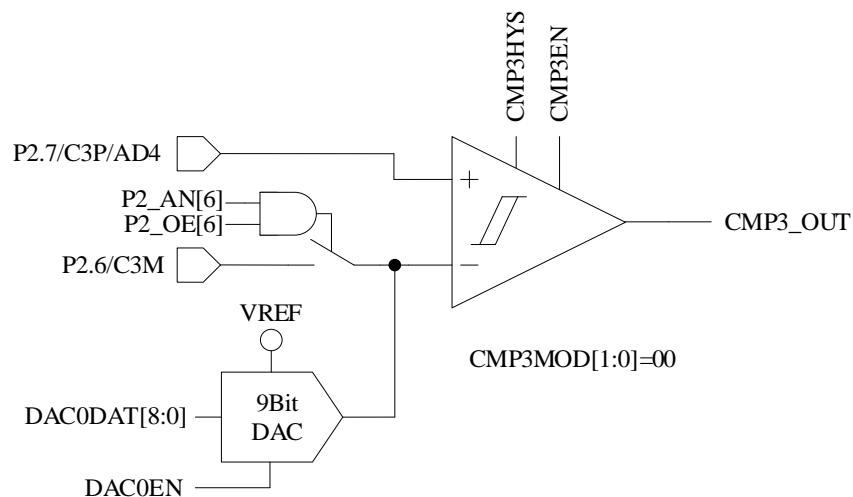

图 27-2 单比较器输入模式
- 配置 CMP_CR1[CMP3MOD] = 00，CMP3 为单比较器输入模式，具体输入输出端口及接法如图 27-2 所示